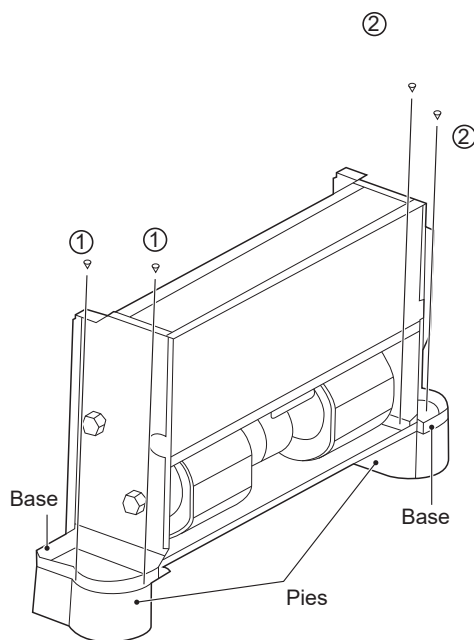

Figura 5-3
I piedi mostrati nella Figura 5-3 sono opzionali. Possono essere acquistati separatamente e installati come segue:
2. Posizionare i fori di montaggio della base dell'unità sul perno di fissaggio del piede corrispondente e installare le viti ①\* 2 e ② \*2 per fissare il piede secondo la Figura 5-3.